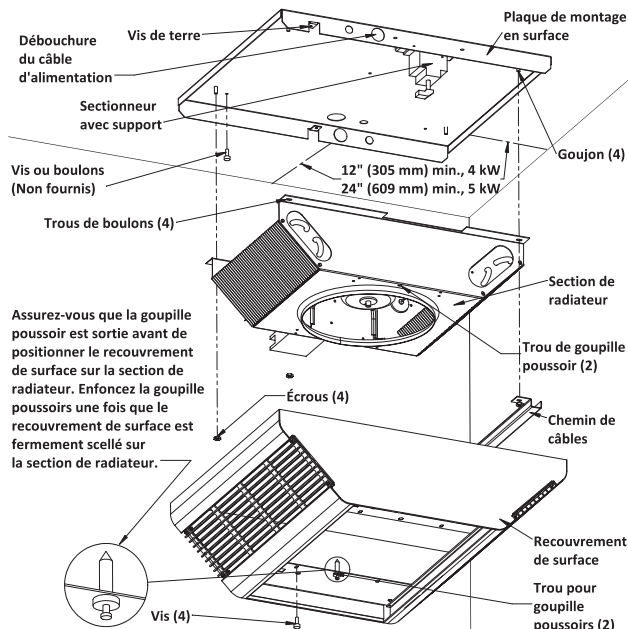

Figure 2
6. Positionnez la plaque de montage en surface contre le plafond et fixez-la avec des boulons ou des vis (Figure 2). Voyez l'avertissement N° 9. Connectez le fil d'arrivée de terre sur la vis de terre verte de la plaque de montage en surface.
10. Positionnez la section de radiateur par-dessus les goujons de la plaque de montage en surface (Figure 2).
11. Poussez la section chauffante sur les goujons et serrez solidement les deux écrous (fournis) sur les goujons pour fixer la moitié de la section chauffante opposée aux fils gainés à la plaque de montage en surface. Poussez la conduite sur les goujons en vous assurant que les fils gainés sont dans la conduite, puis serrez fermement les deux écrous (fournis) sur les goujons pour fixer la conduite et l'autre moitié de l'appareil de chauffage à la plaque de montage en surface (Figure 2).
SI VOUS N'INSTALLEZ PAS BIEN LES QUATRE ÉCROUS DE FIXATION LE RADIATEUR PEUT TOMBER (VOYEZ LA FIGURE 2).
**REMARQUE :** Assurez-vous que la goupille poussoir dans chaque extrémité de la grille de soufflage est tirée en position sortie pour permettre aux corps de goupille de bien entrer dans les trous de la section de radiateur (Figure 2).
15. Installez et serrez bien quatre vis (fournies) pour retenir le recouvrement de surface avec la section de radiateur (Figure 2).
SI VOUS N'INSTALLEZ PAS BIEN LES QUATRE VIS LE RECOUVREMENT DE SURFACE PEUT TOMBER (VOYEZ LA FIGURE 2).
**SI VOUS N'INSTALLEZ PAS BIEN LES QUATRE ÉCROUS DE FIXATION LE RADIATEUR PEUT TOMBER (VOYEZ LA FIGURE 2).**
**SI VOUS N'INSTALLEZ PAS BIEN LES QUATRE VIS, LE RECouvreMENT DE SURFACE PEUT TOMBER (VOYEZ LA FIGURE 2).**
SI VOUS N'INSTALLEZ PAS BIEN LES QUATRE VIS LE RECOURVREMENT DE SURFACE PEUT TOMBER (VOYEZ LA FIGURE 2).